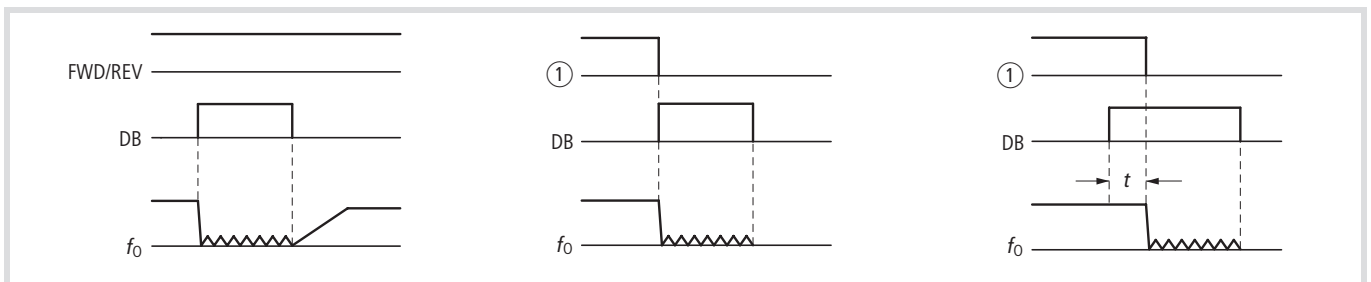

Abbildung 141: Funktionsschema „Gleichstrombremmung“ DB
① Startbefehl über Bedieneinheit
- Geben Sie dann unter PNU A053 eine Wartezeit t (→ Abb. 141) von 0 bis 5,0 s ein, die nach Aktivieren des DB-Eingangs vergehen soll, bis die Gleichstrombremsung einsetzt.